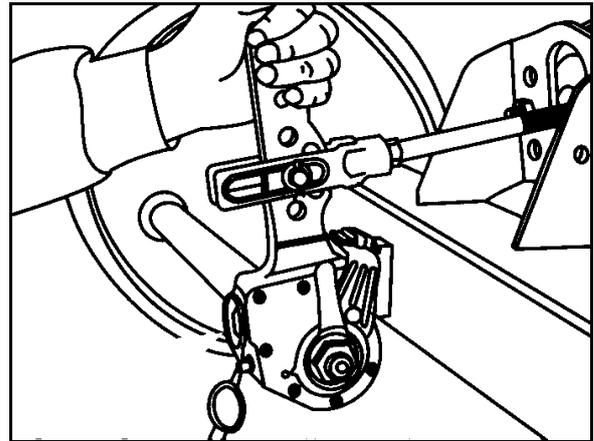

Fig. 92
Gestängesteller von Hand in Druckrichtung betätigen (Fig. 92). Bei einem Leerweg der Langhub-Membranzylinder-Druckstange von max. 35 mm muss die Radbremse nachgestellt werden.
2. Stellschraube (Pfeil) mit Ringschlüssel (Fig. 92) ca. eine  $\frac{3}{4}$  Umdrehung entgegen Uhrzeigersinn zurückdrehen. Es muss ein Leerweg von mindestens 50 mm, bei Hebellänge 150 mm, vorhanden sein.